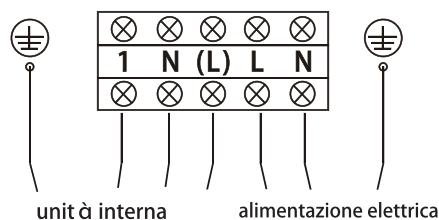

Figura 21
- g. Collegare il cavo di collegamento alla morsetteria vedi figura 21. Collegare i cavi in modo che la posizione dei fili sia uguale all'allacciamento dei cavi nella parte interna (le lettere L N S e il cavo di messa a terra).